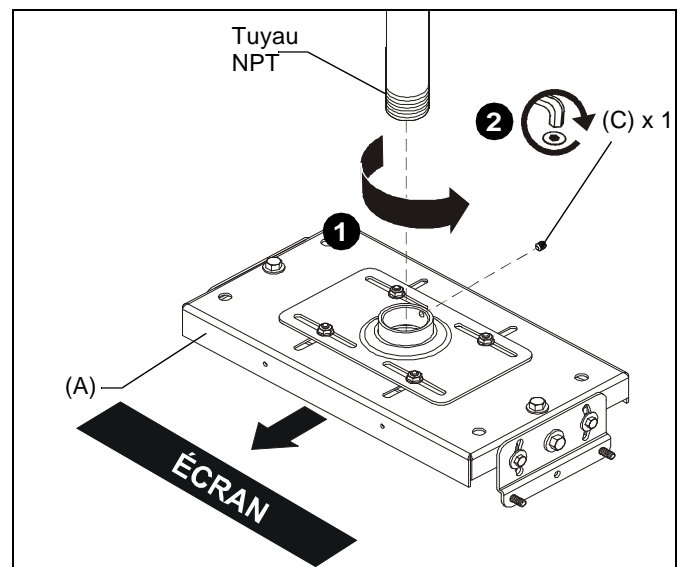

Figure 1
1. Enfilez le support VCM (A) sur le tuyau NPT de 1-1/2" en serrant bien avec un minimum de quatre filets engagés. (Voir la Figure 1)
REMARQUE : Assurez-vous que le bord long du support VCM est parallèle à l'écran. (Voir la Figure 1)
2. Serrez la vis de calage 5/16-18 x 3/8" (C) dans le collier fileté de montage du VCM pour empêcher le VCM de bouger. (Voir la Figure 1)